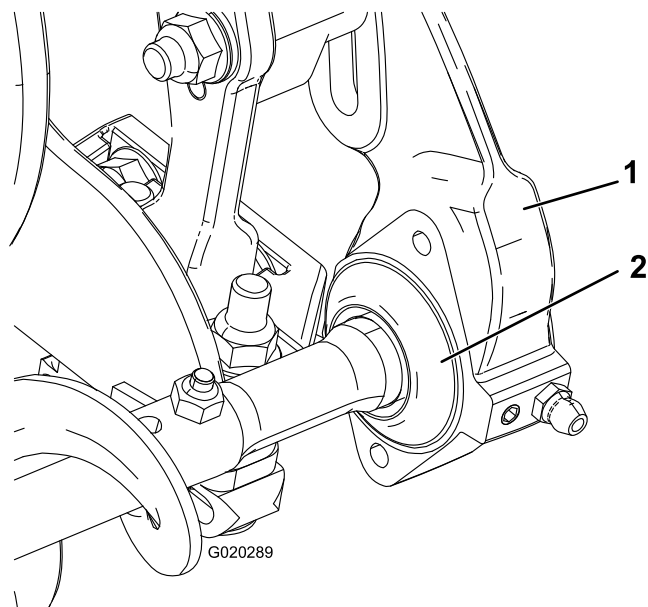

Figura 8
- Deslize cada vedante de eliminação de sedimentos para fora até que os rebordos vedantes fiquem em ligeiro contacto com cada caixa de rolamentos (Figura 8).